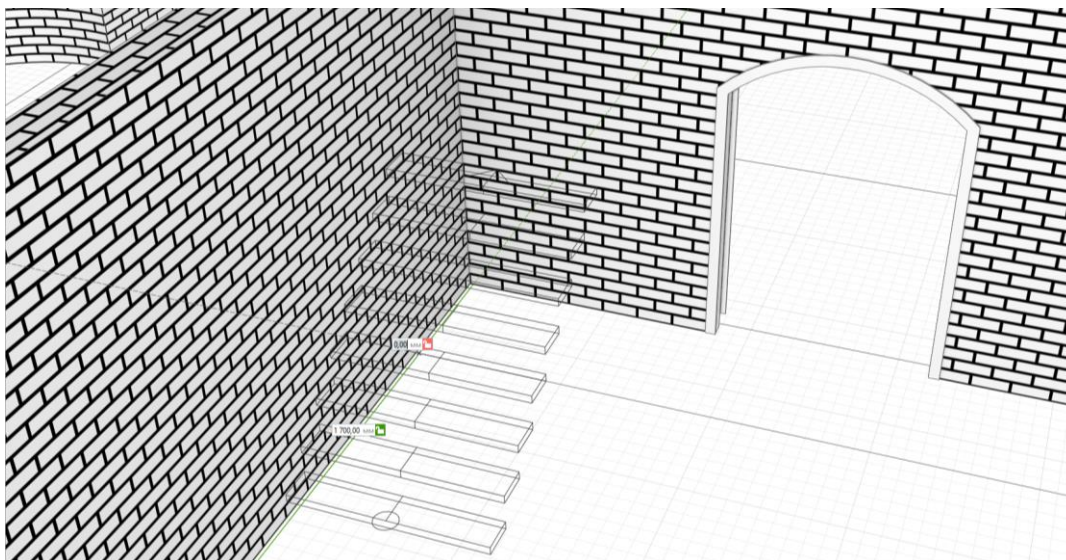

Рис. 1 Вставка лестницы
2. Выберем инструмент **Лестница**. Способ построения - **Прямая по двум точкам** . В свойствах лестницы введем высоту лестницы - **1500 мм.**, ширина лестницы - **900 мм.**, количество ступеней – **8**, расположение лестницы относительно базовой линии – **справа**, форма лестницы – **открытая**, материал – **древесина темная**, марка – **Л1**. Вставляем лестницу (рис. 1). Укажем точку начала марша и введём в динамическое поле длину лестницы – **1700 мм.**, второе значение динамического поле – **0,00 мм.**, щелчок ЛКМ и Enter.